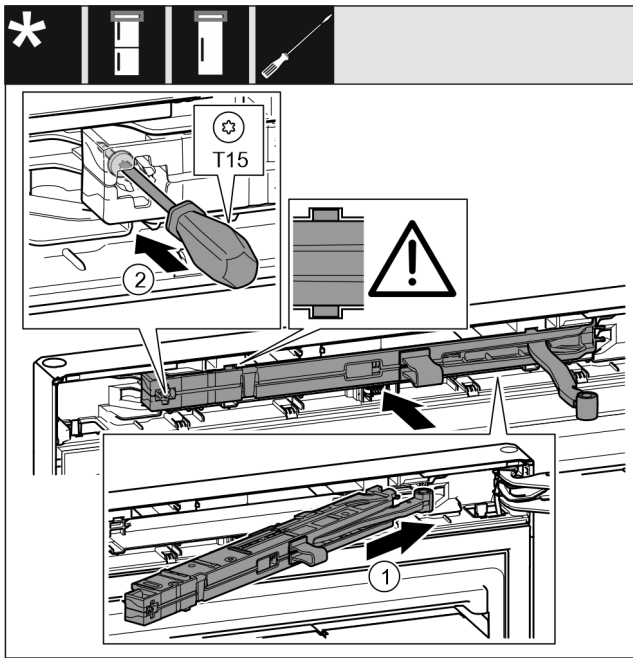

Fig. 29
- ▶ Sluitdemperunit Fig. 29 (1) aan de lagerbokzijde tot aan de aanslag schuin in de uitsparing schuiven.
- ▶ Schroef Fig. 29 (2) met een schroevendraaier vastschroeven.